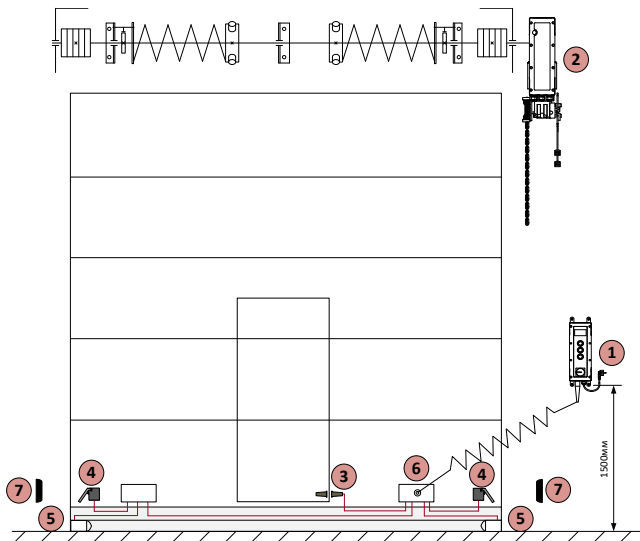

Рисунок 10
Определите место, в которое будет установлено каждое устройство приводной системы. Пример типовой схемы автоматизации скоростных промышленных ворот – Рис. 10. Места установки устройств управления определите вместе с пользователем (владельцем).
Блок управления (1) устанавливайте на вертикальную поверхность в пределах видимости ворот (рядом с воротами) в легко доступном месте, на удобной высоте не менее 1,5 м (Рис. 10), на безопасном расстоянии от движущихся элементов ворот. Рекомендуется устанавливать блок управления относительно ворот на стороне установки привода. Кабельный ввод блока управления должен быть направлен вниз.